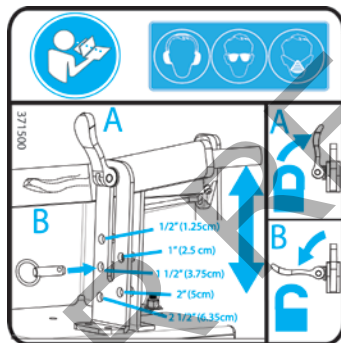

Fig. 4
1. Välj ett skärdjup. Se instruktionsetiketten på maskinen (se *fig 4*). *Obs:* Torv bör skäras med en minimal mängd jord (1/4"-3/8") fäst i rötterna. Detta minimerar vikten som måste avlägsnas och främjar snabbare återväxt om det återanvänds.